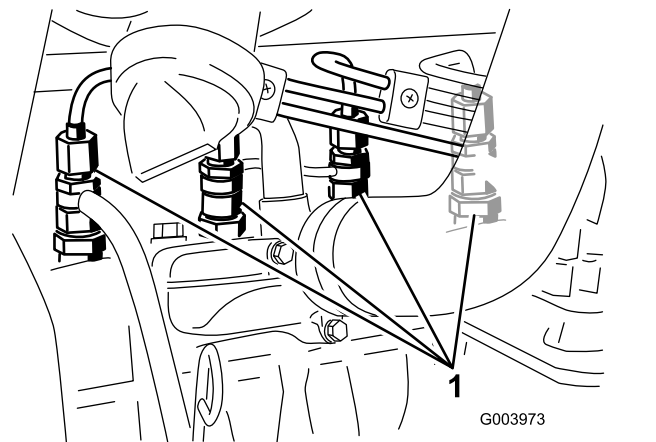

Bild 65
1. Lockern Sie den Leitungsanschluss an der ersten Düse und Halterung (**Bild 65**).